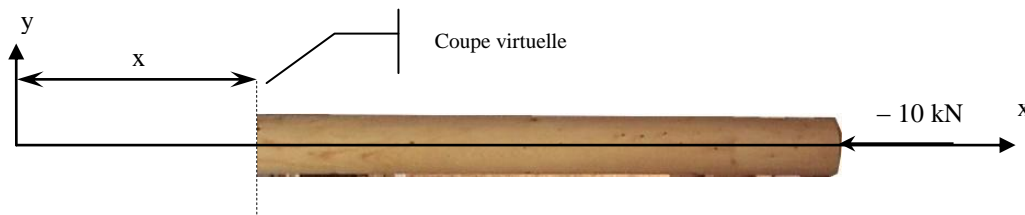

Figure B47 : Observation des efforts à droite de la section
- observer les efforts extérieurs situés à droite de la coupe (figure B47), soit -10 kN et conserver le signe.